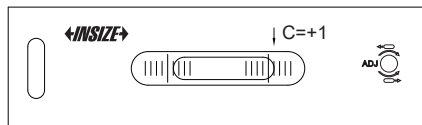

Fig.7
- Depois que a bolha parar de se mover, leia C na escala (Fig. 7).